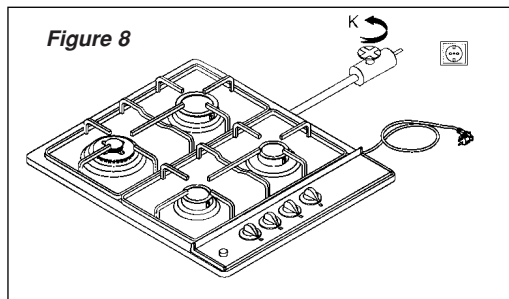

Figure 8
1. Débrancher l'appareil (figure 8)